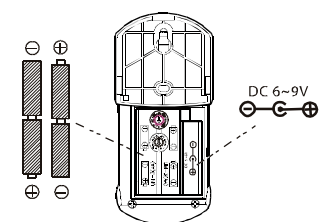

Fig. 9
2. Placer 4 styk nye AA 1,5V alkaline batterier med korrekt polaritet. Fig.9